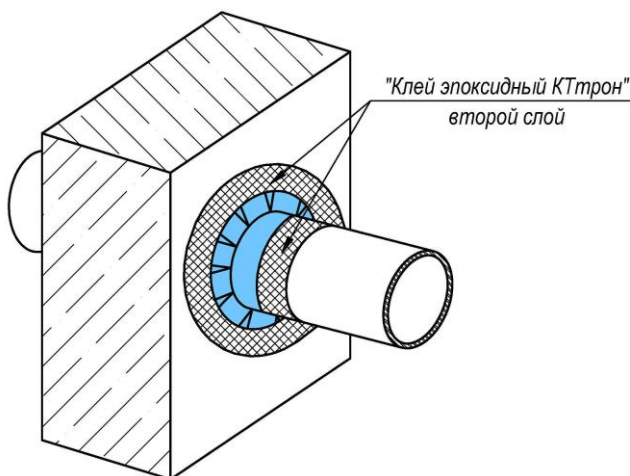

Рис. 8
- Нанести второй слой клея, согласно п. 2.2 (Рис. 8).